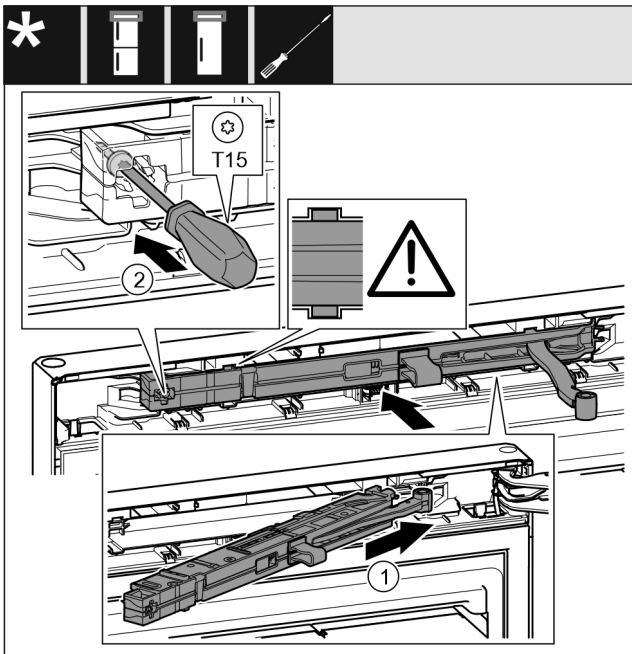

Fig. 20
- ▶ Під нахилом просуньте демпферний вузол з боку опорного кронштейна в отвір до упору. Fig. 20 (1)
- ▶ Закрутіть гвинт за допомогою викрутки T15. Fig. 20 (2)